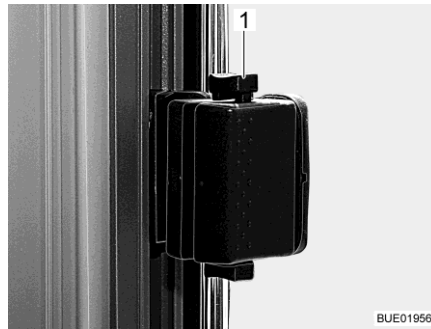

Fig. 83 Fenêtre coulissante, verrouillée
- Pousser le verrou (Fig. 83,1) vers le bas.